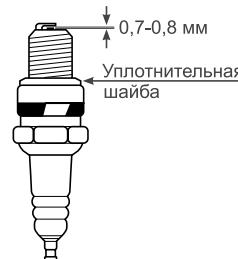

Рис. 25 Обслуживание свечи зажигания
- Измерьте зазор между электродами свечи зажигания специальным щупом. Зазор должен быть  $0,7-0,8$  мм (Рис. 25). При увеличении, или уменьшении требуемого зазора, рекомендуется заменить свечу, так как регулировка зазора может привести к изменению качества искрообразования.